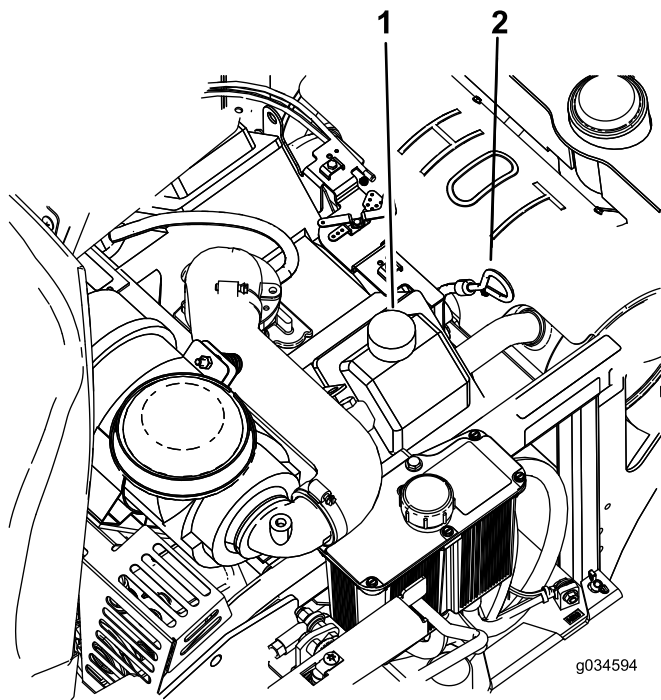

Figura 39
5. Pulite l'area attorno all'asta di livello (Figura 39).
9. Se il livello dell'olio è basso, pulite l'area attorno al tappo di riempimento dell'olio, togliete il tappo e riempite fino al segno **Full** sull'asta di livello (Figura 39). Non riempite troppo.
4. Versate lentamente circa l'80% dell'olio indicato nel tubo di rifornimento e sempre con cautela rabboccate l'olio necessario per portarlo alla tacca di **Full (pieno)** sull'asta di livello (Figura 39).
5. Avviate il motore e guidate verso una zona pianeggiante: Controllate nuovamente il livello dell'olio (Figura 39).